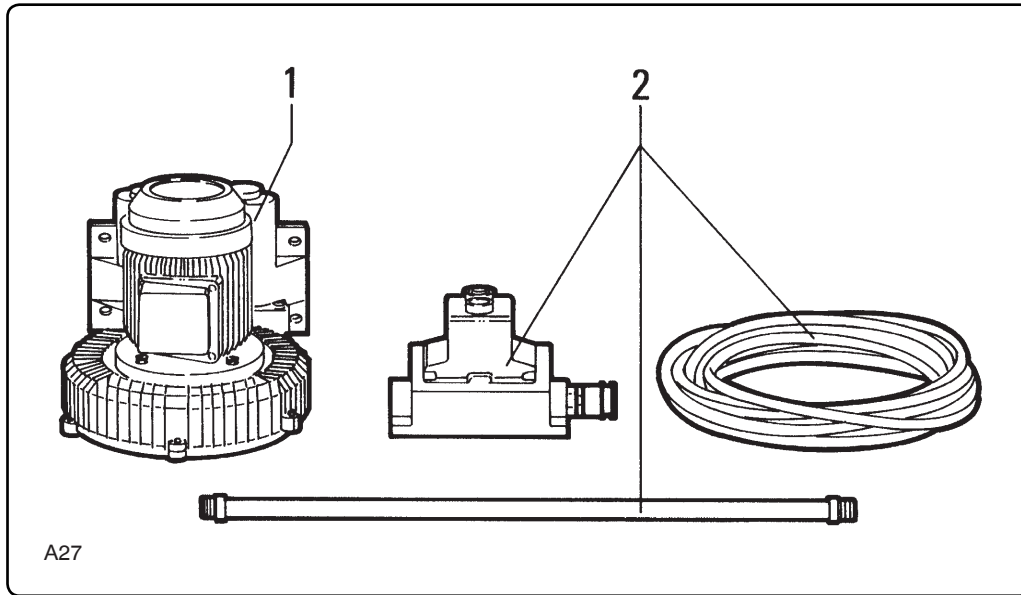

Fig. 6.4.7
6.4.8 - Versione antideflagrante (fig. 6.4.7) EEx d IIB T5
6.4.8 - Explosion-proof version (fig. 6.4.7) EEx d IIB T5
6.4.8 - Version antideflagrante (fig. 6.4.7) EEx d IIB T5
6.4.8 - Ex-geschützte Ausführung (Abb. 6.4.7)